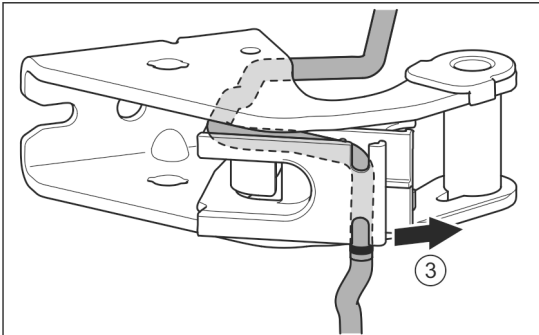

Fig. 25
- ▶ Витягніть кабель з направляючої. Fig. 25 (3)